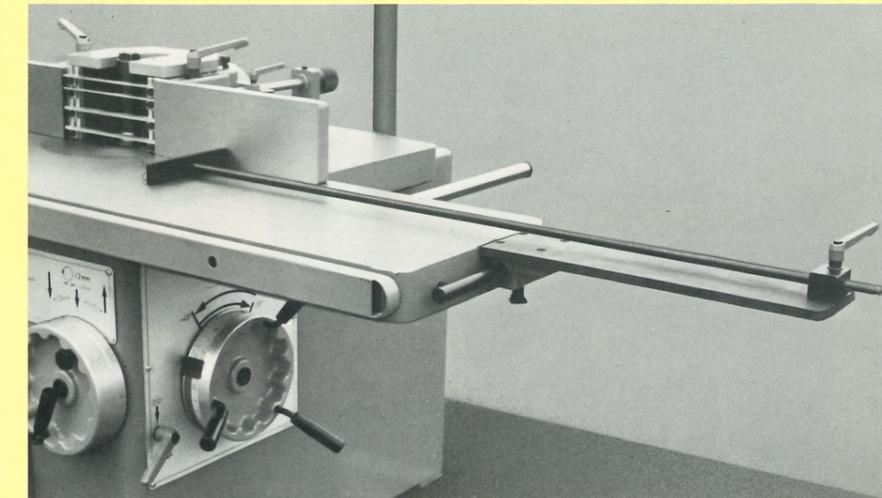

Abb. 4
- F-59 Abb. 4 Tischfräsmaschine mit Schiebetisch und Tischverlängerung rechts
Die **Seitenflächen** des Maschinentisches sind **serienmäßig** bearbeitet und ermöglichen auch **nachträglich** den Anbau von **Tischverlängerungen**. Bei Tischfräsmaschinen mit **verlängerten Tischen** ist für das Einsatzfräsen eine **Rückschlagschutzvorrichtung erforderlich** - siehe Abb. 4 (Mehrpreis).